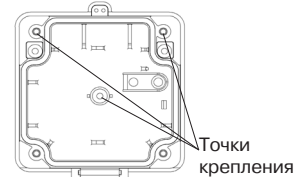

Рисунок 1
5.1 ИПР-Ех устанавливается на вертикальную поверхность, на высоте 1,4–1,6 м от уровня земли или пола. Крепеж извещателя осуществляется через отверстия (см рисунок 1).